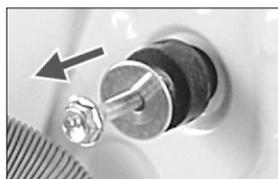

Рис. 2
- гаечный ключ, 1 шт. (рис. 2);
2. Извлеките все 4 прокладки «В»: они выпадут сами, если наклонить стиральную машину (рис. 2).